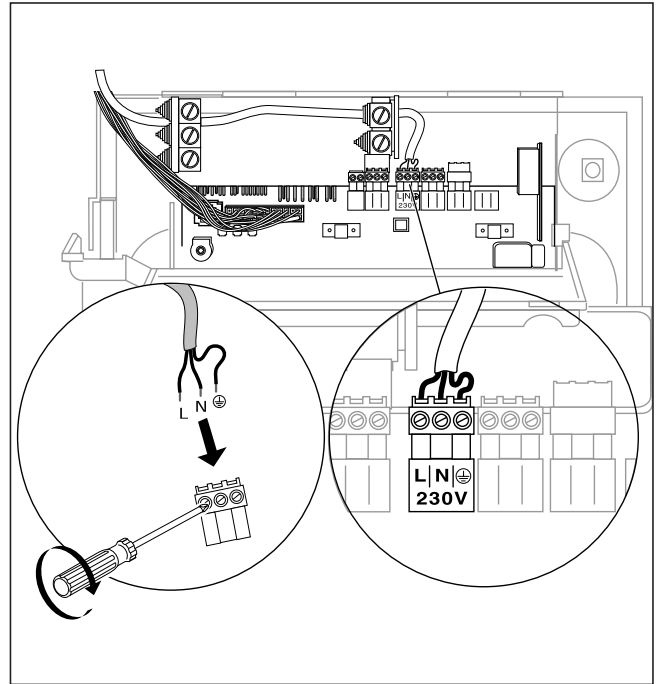

Fig. 4.4 Conectar la alimentación desde la red
La alimentación desde la red y todos los demás cables de conexión (p. ej. la bomba de calefacción, etc.) pueden conectarse a las respectivas clavijas del sistema Pro E previstas para ello (ver fig. 4.4 y 4.5).
- Conectar fijamente la alimentación desde la red en la clavija Pro E (ver fig. 4.4 y 4.5).